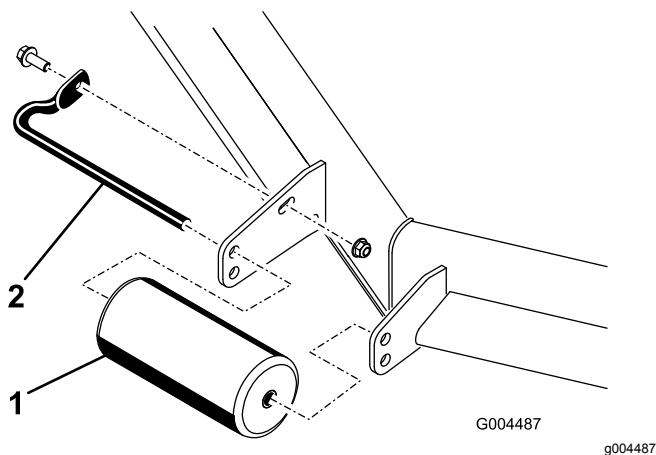

Bild 10
- Entfernen Sie die Schraube und Mutter, mit denen die Rollenwelle an der Mähwerkhalterung befestigt ist (Bild 10).